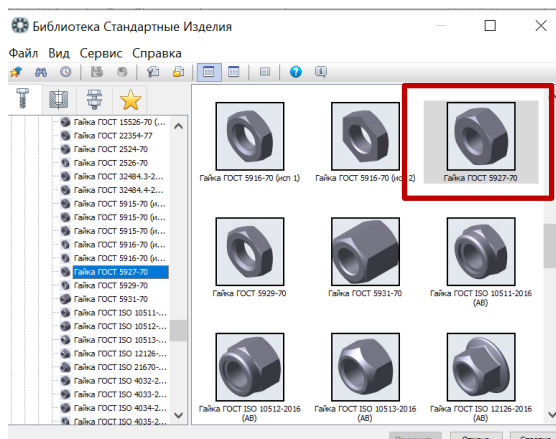

Рис. 47 Выбор Гайки из Библиотеки Стандартные изделия
- Библиотека Стандартные Изделия – Крепежные изделия – Гайки – Гайки шестигранные. Выбрать гайку по ГОСТ 5927–70 (рис. 47).